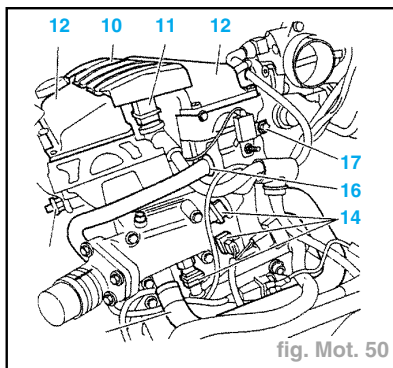

fig. Mot. 50
- Déposer (fig. Mot. 50) :
- le cache-style (10),
- le boîtier bobine compactée (11).
- Desserrer progressivement et en spirale, les vis de chaque couvre-culasse (12), en commençant par l'extérieur.
- Déposer les couvre-culasses (12).
- Désaccoupler le tuyau aérotherme (13).
- Déconnecter les sondes de températures (14).
- Déposer la fixation (15).
- Désaccoupler la partie supérieure (16) de la partie inférieure du tuyau de récupération des vapeurs d'huile.
- Déposer la vis (17).
- Replacer la vis (17) (fig. Mot. 50).
- Accoupler la partie supérieure (16) de partie inférieure du tuyau de récupération des vapeurs d'huile.
- Poser la fixation (15).
- Connecter les sondes de température (14).
- Accoupler le tuyau aérotherme (13).